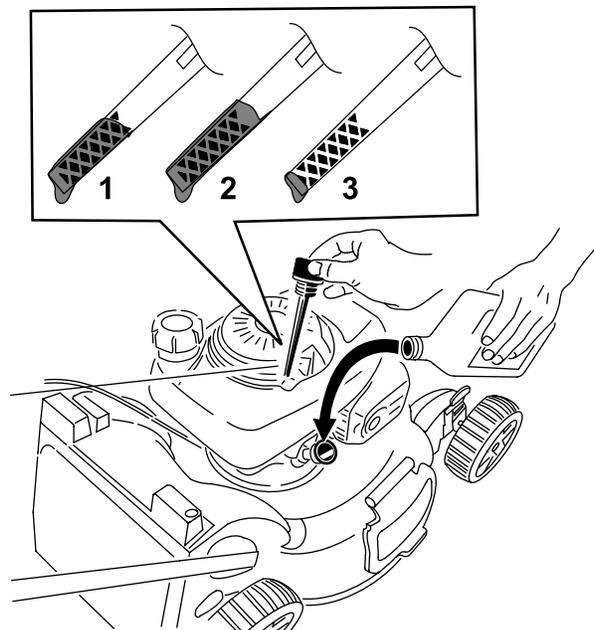

Figura 16
2. Girate il tappo in senso antiorario ed estraete l'asta di livello (Figura 16).
5. Controllate il livello dell'olio sull'asta (Figura 16).
- Se il livello di olio dell'asta è troppo basso (Figura 16), versate con cura una piccola quantità di olio detergente SAE 30 o SAE 10W-30 nel tubo di riempimento dell'olio, attendete 3 minuti e ripetete gli step da 3 a 5 finché il livello dell'olio sull'asta non risulta corretto.
- Se il livello dell'olio sull'asta è troppo alto (Figura 16), drenate l'olio in eccesso finché il livello dell'olio sull'asta non risulta corretto; fate riferimento a Cambio dell'olio motore (pagina 19).